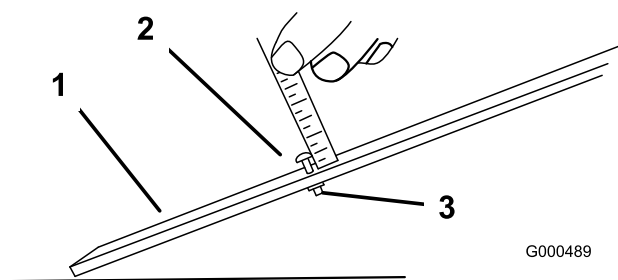

Figura 49
3. Allentate il dado sulla barra di misura (Figura 49) e posizionate la vite di regolazione all'altezza di taglio opportuna. La distanza tra l'estremità inferiore della testa della vite e la parte frontale della barra corrisponde all'altezza di taglio.